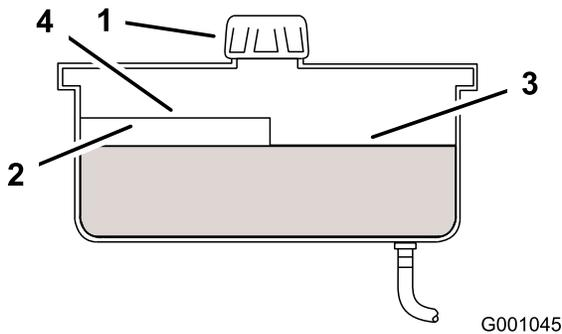

Figura 75
2. Pulite intorno al collo del bocchettone del serbatoio idraulico (Figura 75).
3. Togliete il tappo dal collo del bocchettone. Guardate all'interno per verificare se il serbatoio contiene del fluido (Figura 75).
Nota: Quando è caldo, il fluido deve raggiungere la parte superiore del livello a caldo sul diaframma (Figura 75).